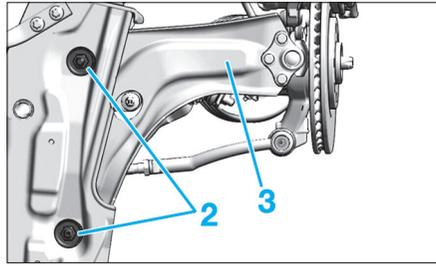

Fig. 22
- Déposer les vis (2) et le bras inférieur (3) (Fig.22).